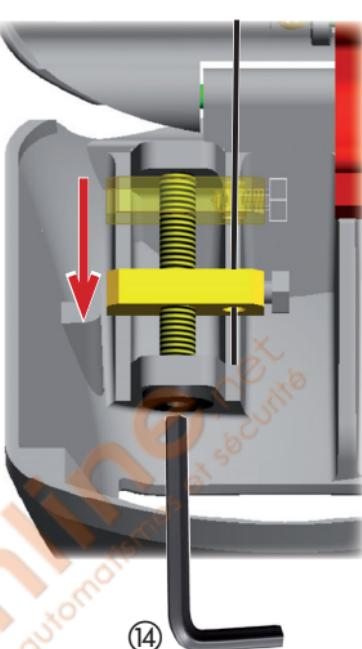

Fig. 7
- Agendo sulla testa della vite di regolazione con una chiave esagonale muovere il tensionatore fino a sbloccare l'operatore collegato come mostrato in Fig.7 rif. (⑯);
9. Turning the head of the adjustment screw with a hexagon wrench, move the tensioning device until you release the operator, connected as shown in Fig. 7 ref. ⑯;